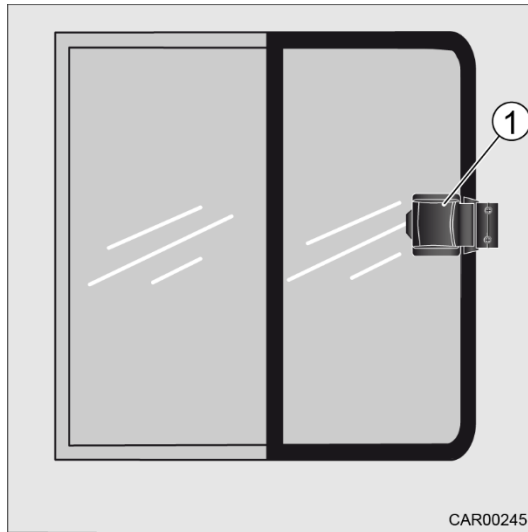
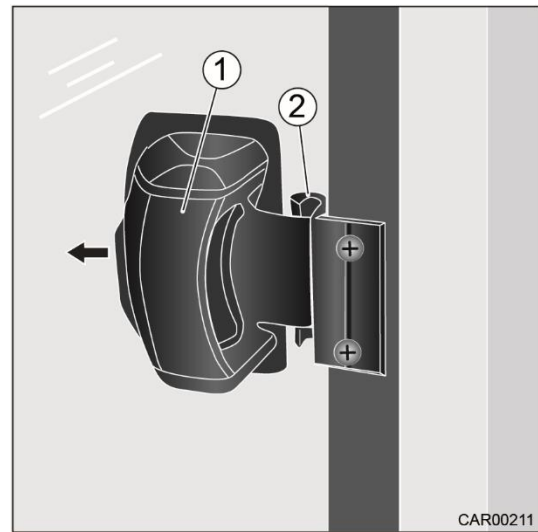

Fig. 45 Vitre cabine (côté passager)
Fig. 46 Verrouillage
1. Appuyer la poignée de verrouillage (Fig. 46/1) vers le milieu de la vitre. Le verrou sort de la fixation (Fig. 46/2).
2. Ouvrir la vitre à l'aide de la poignée (Fig. 45/1).
1. Fermer la vitre à l'aide de la poignée (Fig. 45/1) jusqu'à ce que le verrou soit au niveau de la fixation (Fig. 46/2).
2. Appuyer la poignée de verrouillage (Fig. 46/1) vers le milieu de la vitre et maintenir.
4. Relâcher la poignée de verrouillage (Fig. 46/1). Le verrou doit s'enclencher dans la fixation (Fig. 46/2).